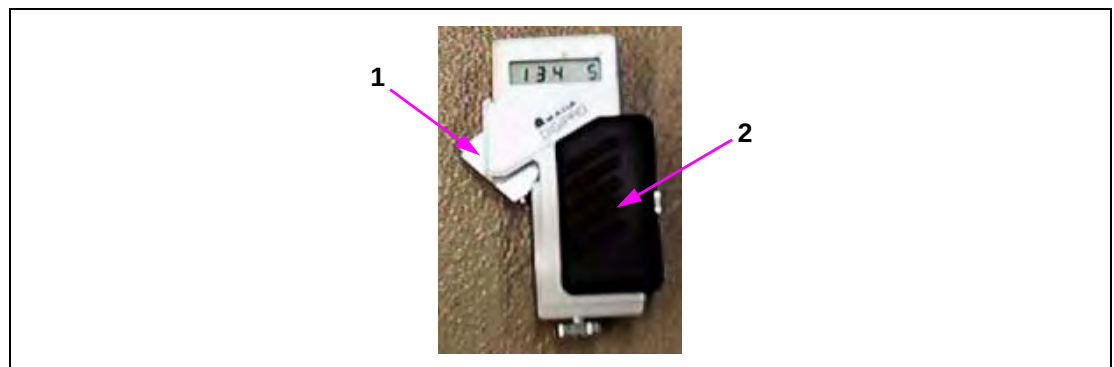

Abb. 12-1 DIGIPRO
- Die Verkleidung (Abb. 12-1/2) des DIGIPRO darf nur für Wartungsarbeiten (Auswechseln der Batterien, Kalibrierung) entfernt werden.
- Den schwarzen Magnetstreifen des Messkopfes (Abb. 12-1/1) nicht berühren. Berührung oder magnetische Strahlung führen zu einer Beschädigung des Magnetstreifen. Durch einen beschädigten Magnetstreifen werden falsche Messergebnisse oder Fehlfunktionen erzeugt.